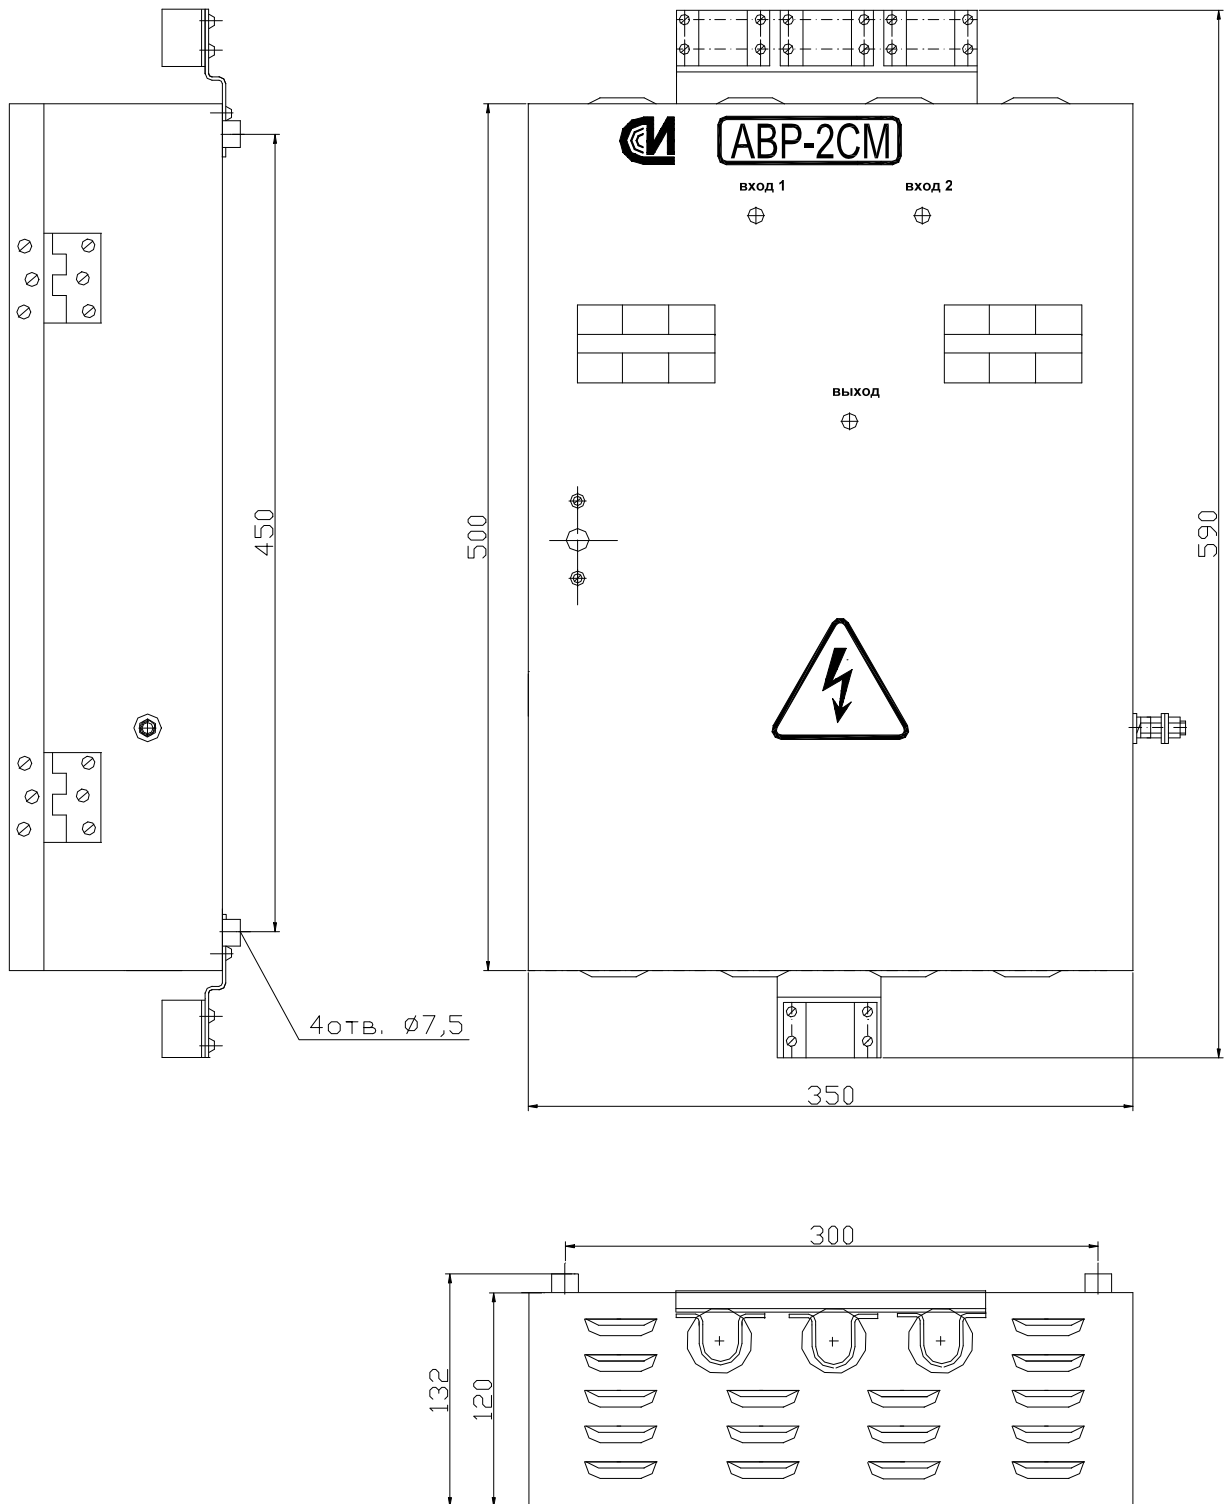

Рис. 1 Щит AVR-2CM
2.6 Габаритно-присоединительные размеры указаны на рис. 1.